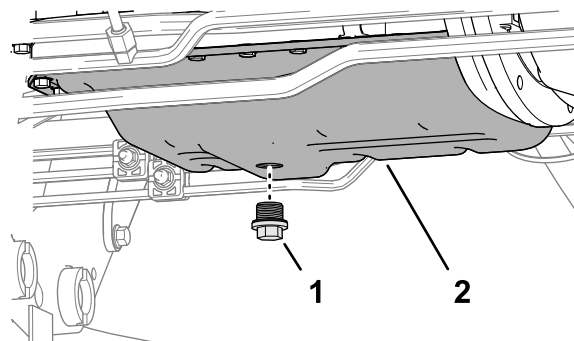

Figure 125
- Retirez le bouchon de vidange (Figure 125) et laissez couler l'huile dans le bac.